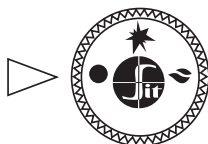

Рис. 9
- 7.2. В исходном (выключенном) положении ручка управления находится в положении «точка» (рис. 9). Пилотная и основные горелки погашены (подача газа к ним заблокирована).
- 7.5. **Выключение аппарата** производится путем поворота ручки в положение «**точка**» (рис. 9). При этом пилотная и основные горелки (если горят) погаснут.